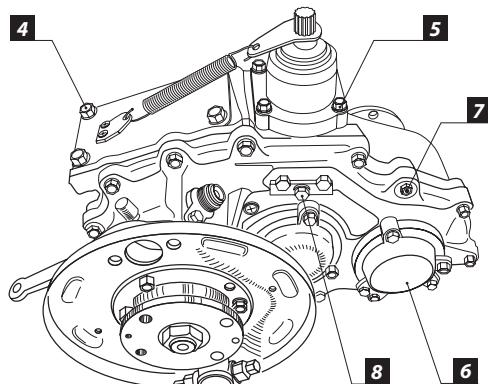

Рис. 3
5. Открутите 4 болта крепления крышки люка [4] (Рис. 3):